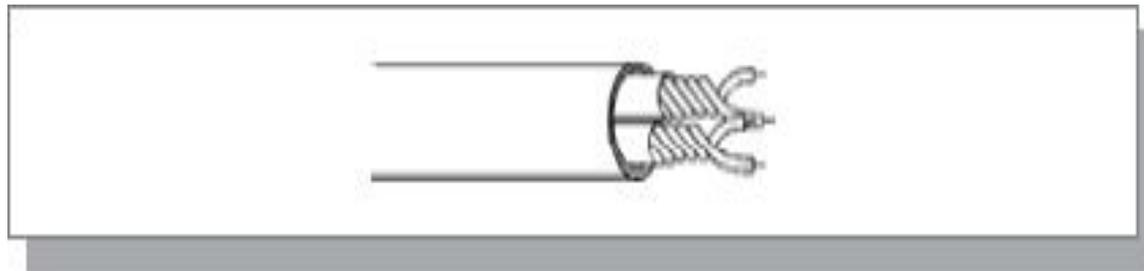

Рис. 2.1. Кабель с витыми парами
- ▶ Обычно в кабель входит две (рис. 2.1) или четыре витые пары.